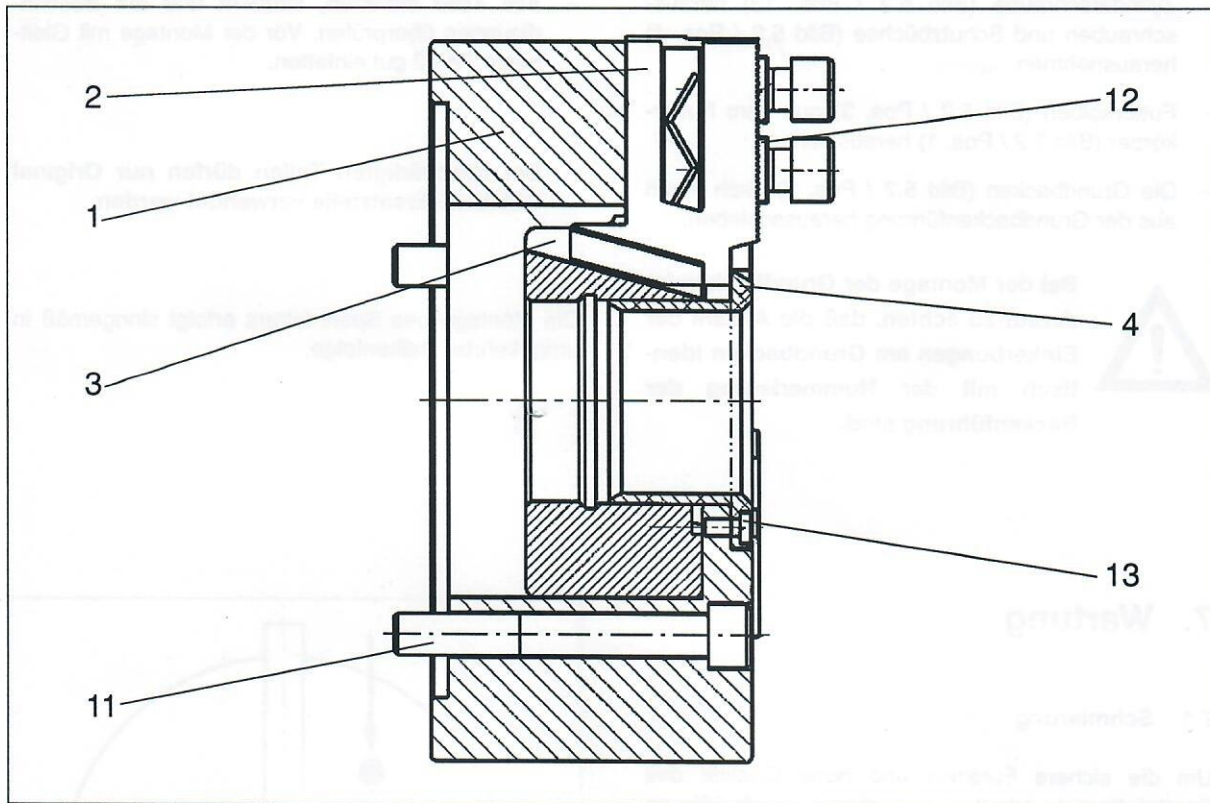

Bild 5.2
- Zylinderschrauben der Aufsatzbacken komplett mit Nutensteinen (Bild 5.2 / Pos. 12) entfernen.
- Zylinderschrauben (Bild 5.2 / Pos. 13) heraus-schrauben und Schutzbüchse (Bild 5.2 / Pos. 4) herausziehen.
- Futterkolben (Bild 5.2 / Pos. 3) in vordere Stellung schieben.
- Futter-Befestigungsschrauben (Bild 5.2 / Pos. 11) wechselseitig anziehen.
- Aufsatzbacken entsprechend der Kennzeichnung 1, 2 und 3 auf Grundbacken mit Nutensteinen und Schrauben (Bild 5.2 / Pos. 12) befestigen.
- Zylinderschraube (Bild 5.2 / Pos. 13) heraus-schrauben und Schutzbüchse (Bild 5.2 / Pos. 4) herausnehmen.
- Futterkolben (Bild 5.2 / Pos. 3) aus dem Futterkörper (Bild 5.2 / Pos. 1) herausziehen.
- Die Grundbacken (Bild 5.2 / Pos. 2) nach innen aus der Grundbackenführung herauschieben.